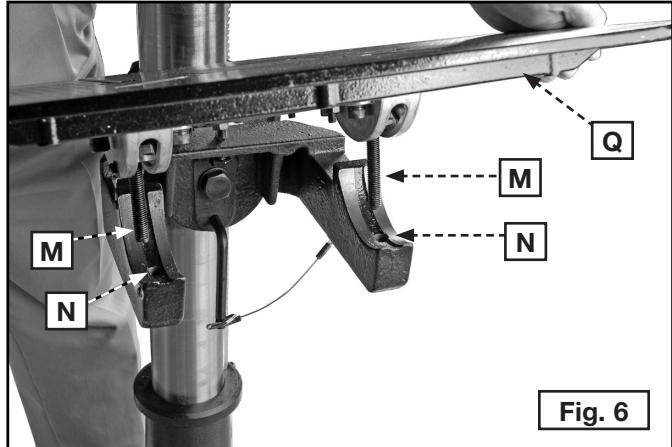

Fig. 6
4. Alinee los pernos (M) Fig. 6 en la mesa (Q) con los orificios en el soporte de la mesa (N) y coloque la mesa sobre los soportes de la mesa.